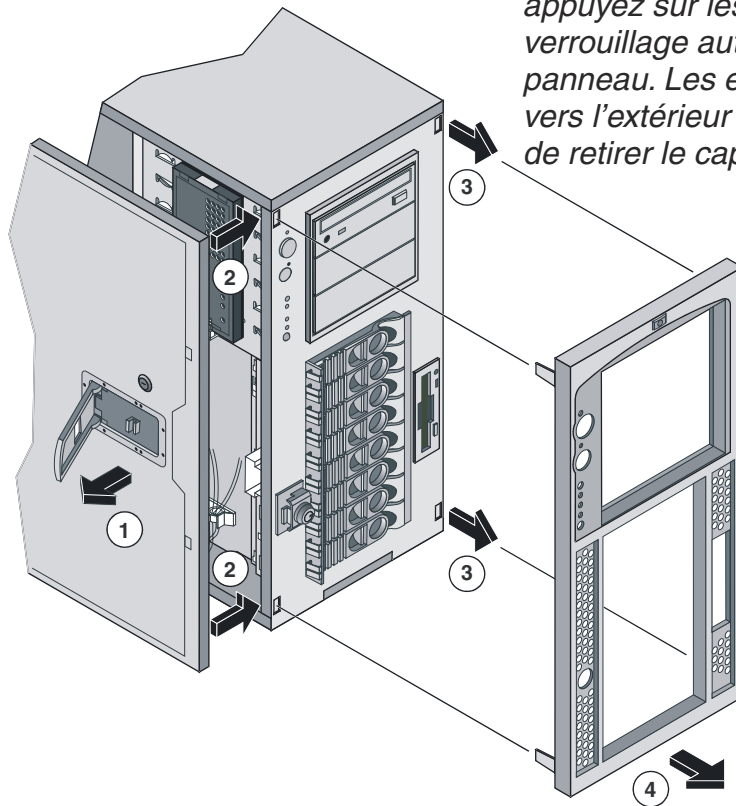

Figure 3-3. Retrait du panneau de HP Server tc4100
5. Pour retirer le panneau, retirez d'abord le capot gauche en tirant le loquet en plastique vers l'extérieur. Appuyez ensuite sur les deux ergots à verrouillage automatique pour libérer le panneau. Les ergots de droite glissent vers l'extérieur sans qu'il soit nécessaire de retirer le capot de droite. Voir la Figure 3-3.